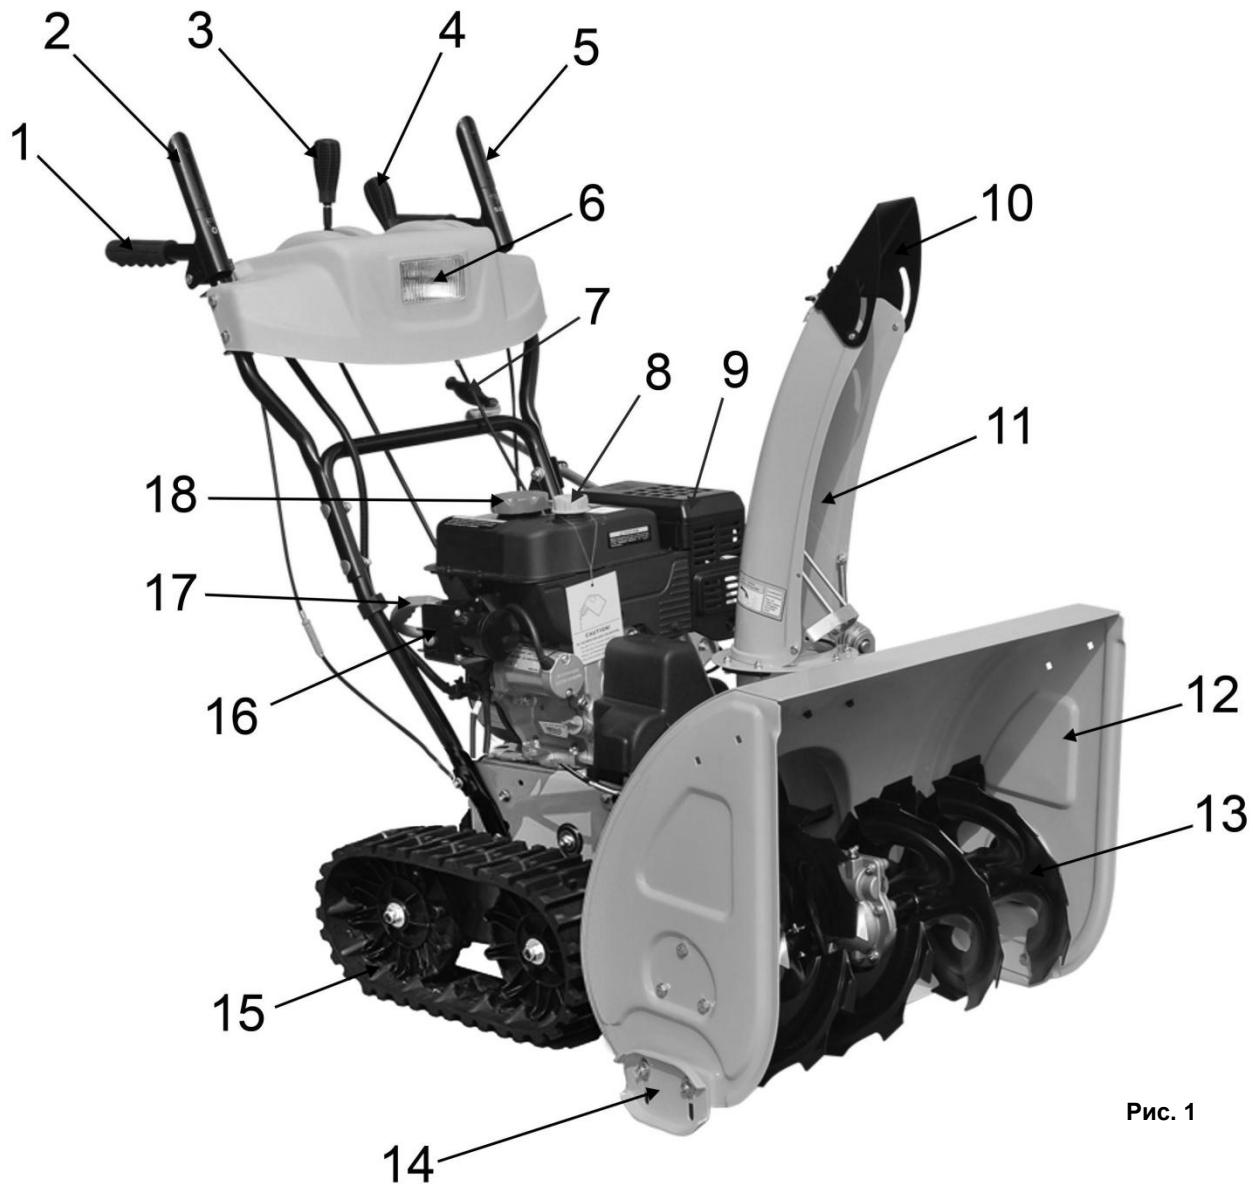

Рис. 1
- Снегоуборщик вращением лопастей шнека (13)(См. Рис.1) убирает снежный покров с ровных площадей, и через снегоотвод (11) выбрасывает его в выбранную сторону.
- Шнек (13)(См. Рис.1) - винтовой механизм в виде стержня с наклонными лопастями, приводимый в действие двигателем. Шнек захватывает, и транспортирует снежную массу внутрь снегоуборщика на вращающуюся крыльчатку (импеллер), далее снежная масса выбрасывается в необходимую сторону (влево или вправо), через поворачиваемый желоб (снегоотвод).
- Выбор направления отвода снега устанавливается вручную поворотом рукоятки (7)(См. Рис.1).
- Снегозаборник (12)(См. Рис.1) служит для захвата снега и направления его потока в рабочую зону снегоуборщика (на шнек).
- Фара (6)(См. Рис.1) служит для освещения рабочей зоны в условиях недостаточной видимости.
Устройства управления:**Рычаг привода гусеничного трака (2)(См. Рис.1; 2)**
- При нажатии рычага привода трака (2), включается система привода, и снегоуборщик начинает движение.
- При отпускании рычага (2), привод отключается, и снегоуборщик прекращает движение.
- Для поворота налево – прижмите рычаг сцепления трака на левой стороне рукоятки управления, под рычагом привода шнека (5)(См. Рис.1).
- Для поворота направо – прижмите рычаг на правой стороне рукоятки, под рычагом (2)(См. Рис.1).
Рычаг выбора направления и скорости движения (3)(См. Рис.1; 2)
- Для изменения режима (направления) самоходного движения снегоуборщика используйте рычаг (3)(См. Рис.1; 2).
- Для изменения режима (направления) движения после остановки снегоуборочника переведите рычаг (3)(См. Рис.1; 2) в соответствующее выбранному режиму положение.
- Для изменения скорости движения снегоуборочника плавно переместите рычаг (3)(См. Рис.1; 2) в сторону увеличения либо уменьшения оборотов.
Рычаг изменения дальности выброса снега (4)(См. Рис.1; 2)
- Рычаг (4) изменяет положение угла наклона дефлектора (отражателя) снегоотвода
- Для регулировки дальности выброса снега установите рычаг (4)(См. Рис.1) в требуемое положение.
Рычаг привода шнека (5)(См. Рис.1; 2)
- При нажатии рычага привода шнека (5), включается система привода, и лопасти шнека (13)(См. Рис.1) начинают вращение.
- Установите желоб снегоотвода (11)(См. Рис.1) на выпускной канал импеллера.
- Совместите витки спирали рукоятки поворота снегоотвода (7)(См. Рис.1; 5) с прорезями фланца желоба.
- Установить в отверстие на рычаге управления (2; 4)(См. Рис.1) верхний Z-образный конец троса (22)(См. Рис.6).